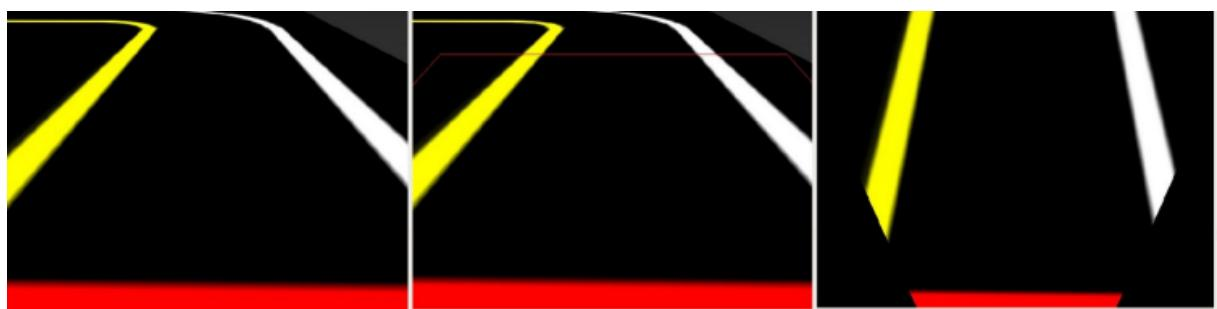

Figure 21: Lane projection 결과 rqt topic 화면. 좌측부터 원본, debug 모드, Bire-Eye-View
- launch 파일 실행 시 마지막에 `mode:=debug`를 추가하면 calibration 적용 이미지도 topic으로 확인 가능 (Figure 21).